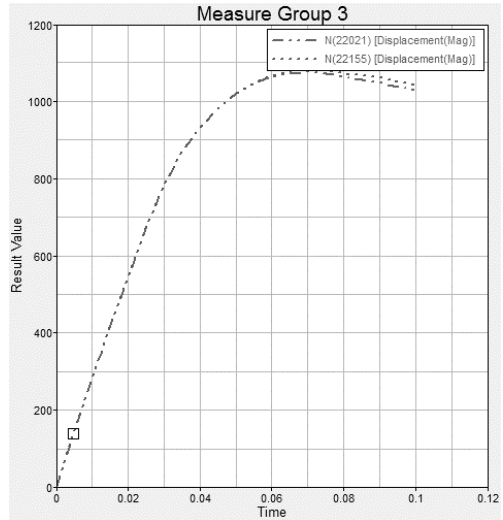

图 13-41 动态更新位移测量结果
(14) 运行动画，Live link 功能将动态更新曲线图，如图 13-41 所示。
(15) 停止动画。